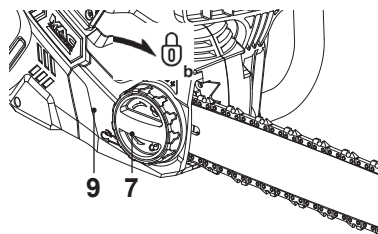

Fig. 11
5. Rode a roda de bloqueio (7) para a direita para apertar a cobertura (9) completamente (Fig. 11).